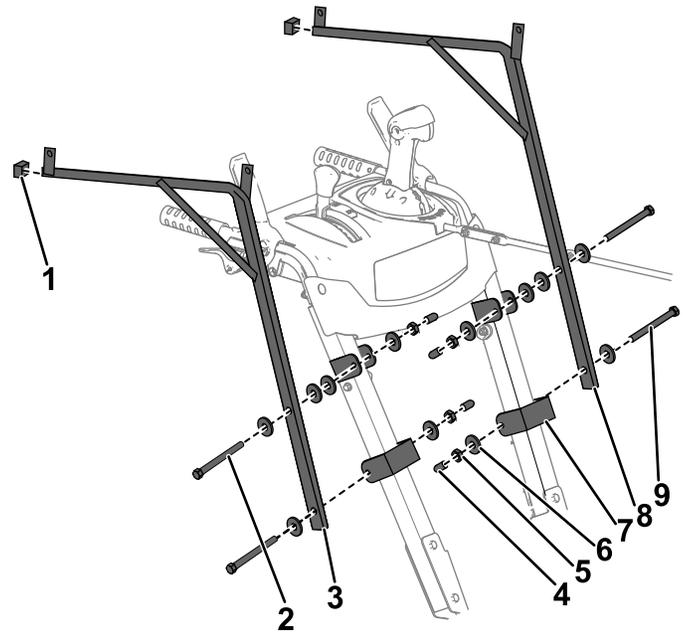

Figure 1
2. Montez les supports de fixation gauche et droit sur le cadre, comme montré à la Figure 1.